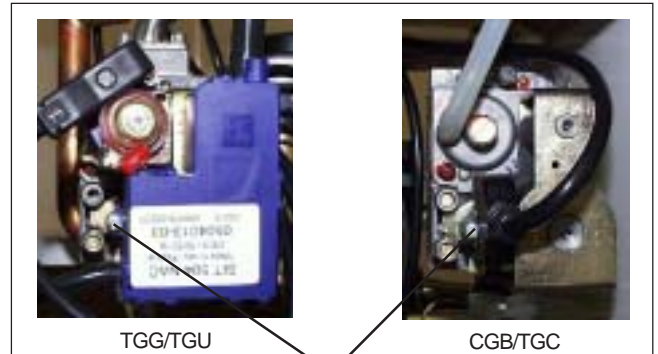

Fig 1: Tornillo de fijación del conector
- Suelte el tornillo de fijación del transformador (TGG/TGU) ó el del conector Molex (CGB/TGC) (vease Fig.1).